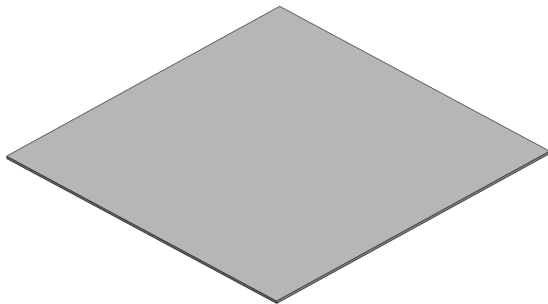

图 13-51 创建基体法兰特征
(4) 单击【确定】按钮，创建基体法兰特征，如图 13-51 所示。